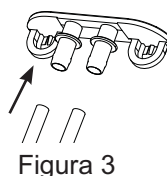
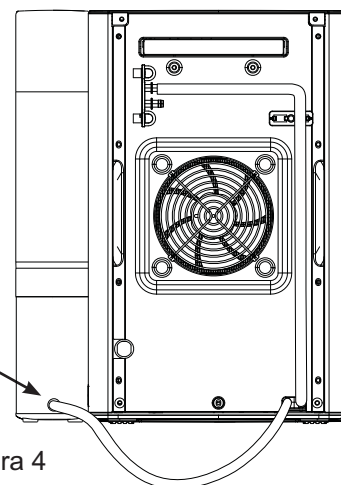
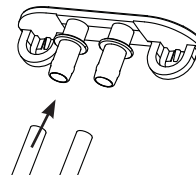
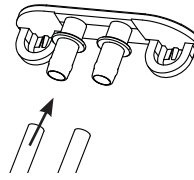

Figura 3
Figura 4
Figura 6
Figura 9
- Una vez que el agua deje de circular, vuelva a conectar las tuberías de drenaje al tapón del drenaje (Figura 3), o si cuenta con un tanque lateral, vuelva a conectar la tubería sin etiqueta al tapón del drenaje, y la Tubería B a la base del Tanque Lateral (Figura 4).
- Una vez completado el drenaje, vuelva a conectar ambas tuberías al tapón de la tubería de plástico gris (Figura 6).
6. Una vez completado el enjuague, vuelva a conectar las tuberías de drenaje al tapón de drenaje (Figura 6), o si cuenta con un tanque lateral, vuelva a conectar la tubería sin etiqueta al tapón del drenaje, y la Tubería B a la base del Tanque Lateral (Figura 4).
- Una vez completado el drenaje, vuelva a conectar ambas tuberías al tapón de la tubería de plástico gris (Figura 9).
6. Una vez completado el enjuague, vuelva a conectar las tuberías de drenaje al tapón de drenaje (Figura 9), o si cuenta con un tanque lateral, vuelva a conectar la tubería sin etiqueta al tapón del drenaje, y la Tubería B a la base del Tanque Lateral (Figura 4).